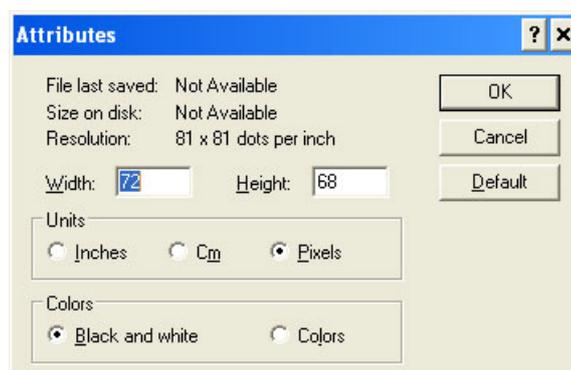

Figura 5-59: Atributos da imagem
- c. Selecione o formato da cor da imagem como Preto e Branco. (Ver Figura 5-59 na página 5-67).